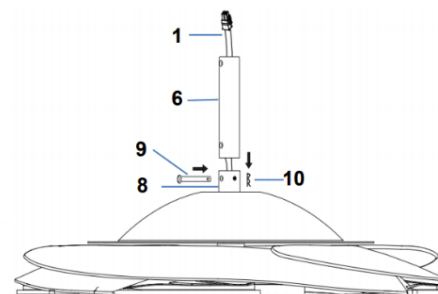

Fig. 4.3
3. Inserire con attenzione i cavi del ventilatore (1) attraverso l'asta (6) (Fig. 4.3).
4. Unire l'asta (6) e il raccordo dell'asta (8): allineare i fori del raccordo con i fori dell'asta, quindi inserire il perno di bloccaggio (9) e fissarlo con la coppiglia (10) (Fig. 4.3).